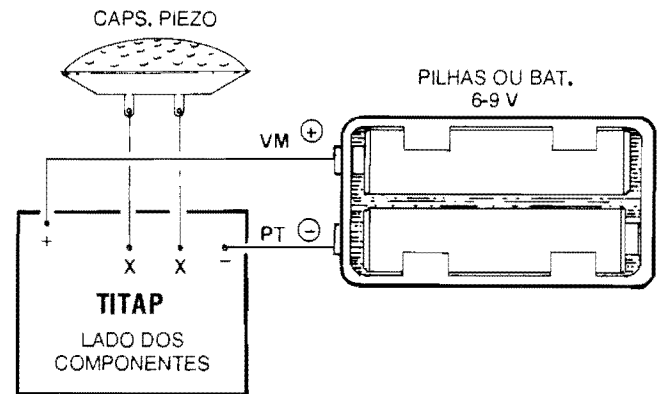

FIG. 5
- **FIG. 5 - CONEXÕES EXTERNAS À PLACA** - Com o Impresso ainda visto pela sua face não cobreada, a figura agora mostra as ligações externas ao Impresso, ou seja: as conexões aos terminais do transdutor piezo (feitas através dos pontos "X-X" da placa...) e as ligações da alimentação, polarizadas, aos pontos "+" e "-"... Quanto às ligações das pilhas ou bateria, lembramos que os fios "naturais" já existentes nos respectivos suportes ou "clip", mantém o código de cor **vermelha** para o **positivo** e cor **preta** para o **negativo**...